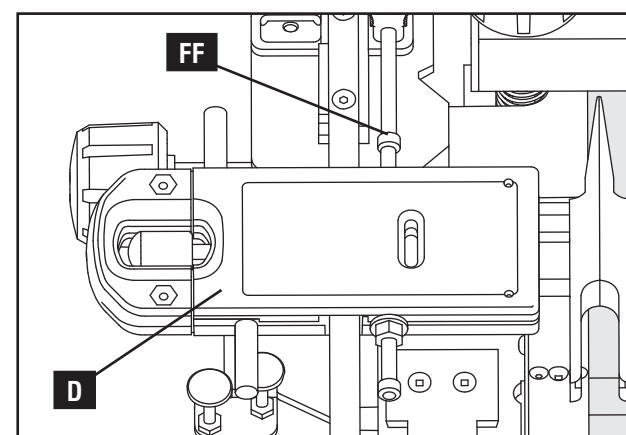

Fig. E18
NOTA: Asegúrese de reemplazar la plantilla (D) Fig. E18 con firmeza según las nuevas posiciones de tope antes de realizar el corte con la rebajadora.